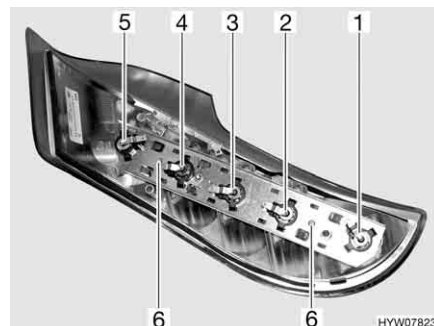

Fig. 125 Luci posteriori (lato posteriore)
- Svitare le due viti Torx (Fig. 125,6) del listello di supporto poste sul lato posteriore dell'involucro.